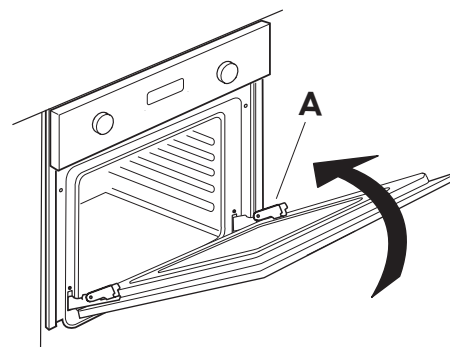

Fig. 2
3. Feche a porta o mais possível (A), levante-a (B) e rode-a (C) até ficar solta (D) (fig. 2, 3, 4).